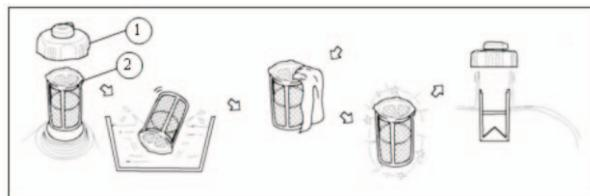

Рис.28
1. Откройте крышку топливного бака (1) (рис.28).
2. Вытащите из горловины топливного бака фильтр грубой очистки (2) и промойте его в бензине, как показано на рис. 28.